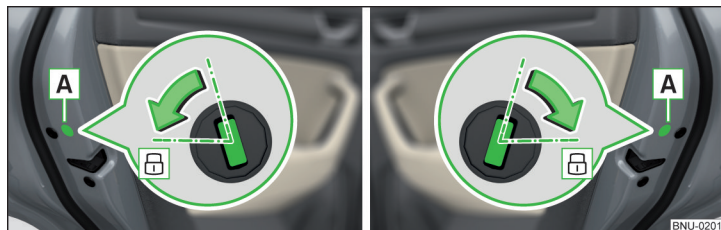

Fig. 274 Portiera stânga/dreapta
- În cazul autovehiculelor cu masca **A**, înlocuiți-o » **fig. 274**.